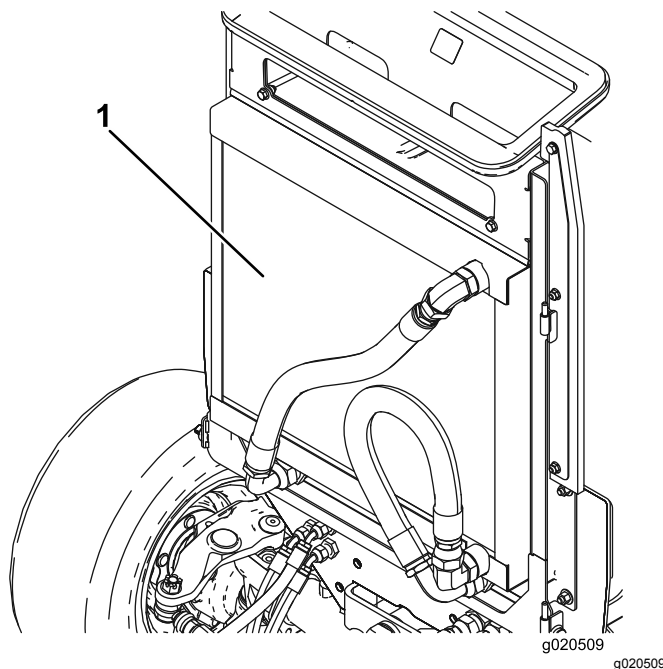

Рисунок 92
3. Тщательно очистите обе стороны маслоохладителя и радиатора сжатым воздухом (Рисунок 92).